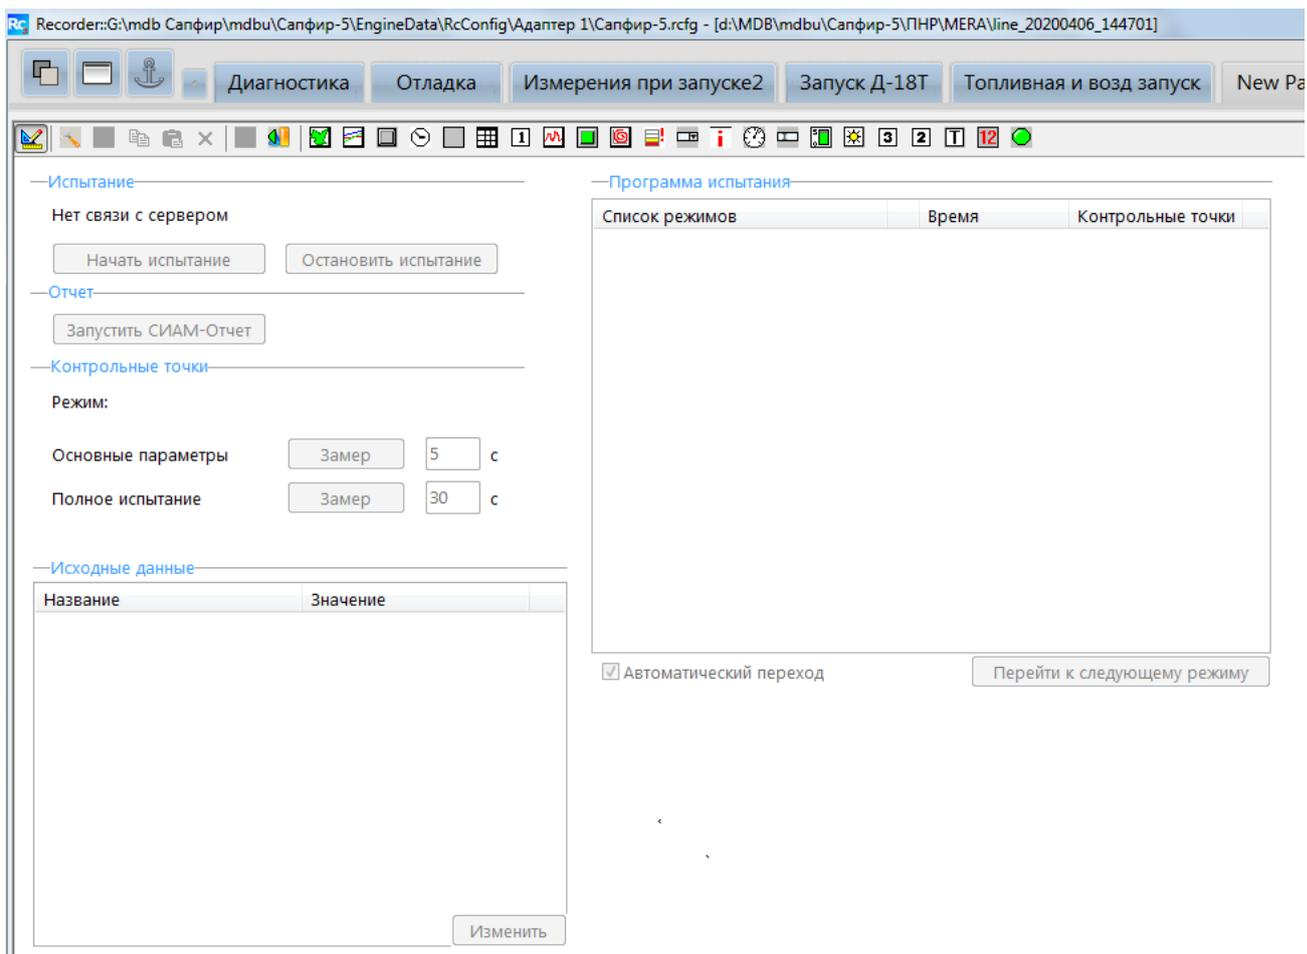

Рисунок 4.11 – Формуляр управления испытаниями
4.2.5 Кнопками **1** , **2** и **3** из панели настройки мнемосхемы возможно создать вкладку с мнемосхемой управления испытаниями – рисунок 4.11.